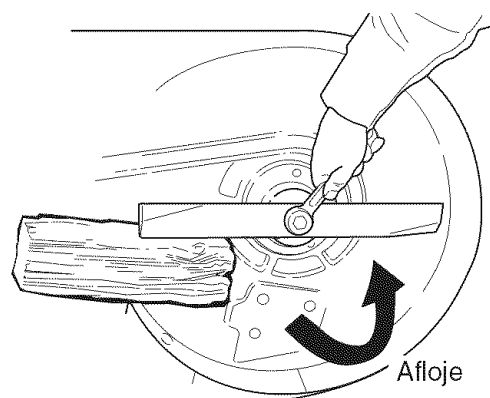

Figura 18. Remoción del Aspa
2. Vea la Figura 18. Quite el aspa para inspeccionarla o para ganar acceso seguro al lado inferior de la cubierta de la podadora. Use un bloque de madera para evitar que gire el aspa mientras afloja el tornillo de cabeza hexagonal girándolo a la izquierda.